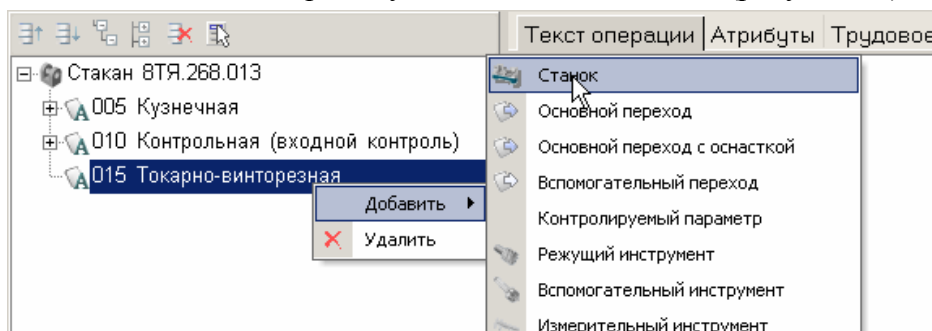

Рисунок 49 – Выбор добавления оборудования
2.12.6 Для добавления оборудования к операции необходимо выделить операцию в дереве ТП, вызвать контекстное меню и выбрать пункт Добавить – Станок (рисунок 49).